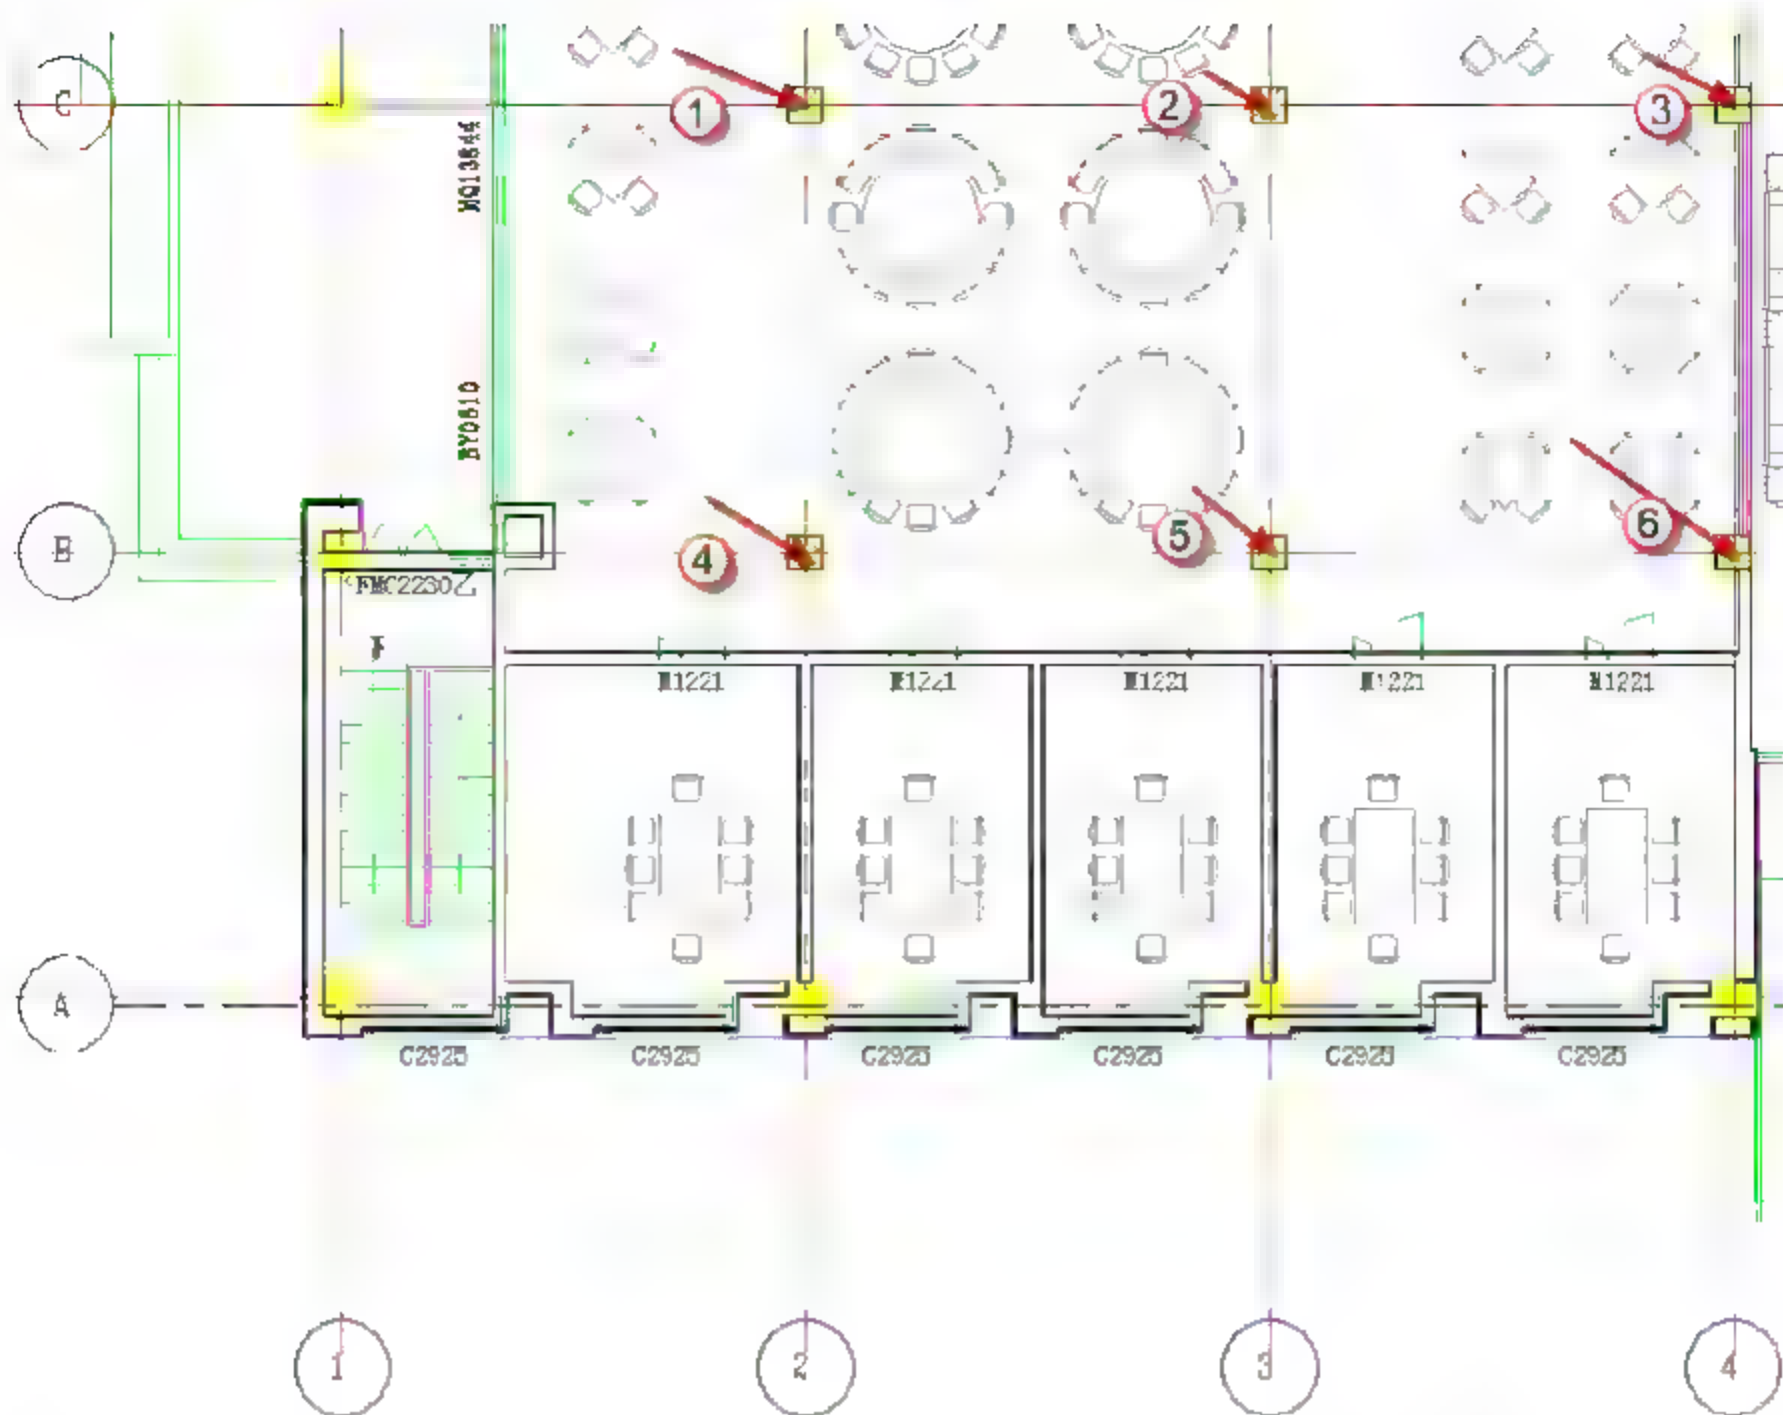

图 10.2.61 “600\*600” 矩形柱的绘制部分对齐点
(4) A 轴到 C 轴和 1 轴到 4 轴之间“600\*600”建筑柱的绘制。将光标对准如图 10.2.61 所示的对齐点，然后单击对齐。